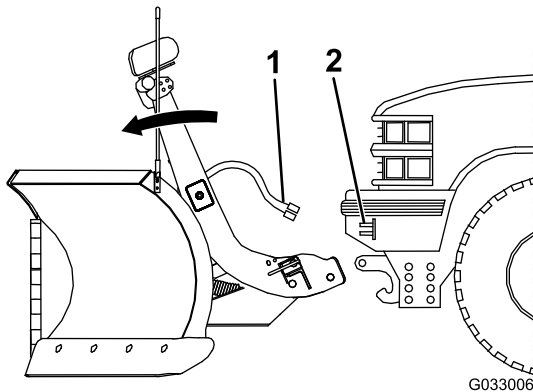

Bild 35
- 6. Trennen Sie die Kabelbäume des Schilds vom Kabelbaum des Fahrzeugs ab und bringen Sie die Staubschutzkappen der elektrischen Anschlüsse an (Bild 35).